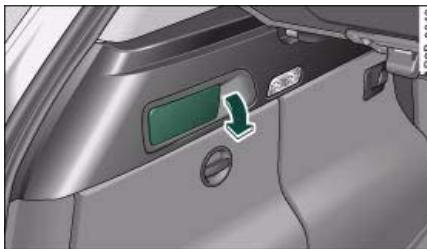

Fig. 87 Maletero:
- Tire de la palanca de desbloqueo ⇒ fig. 87 en la dirección de la flecha. El respaldo pivota hacia adelante. ▶